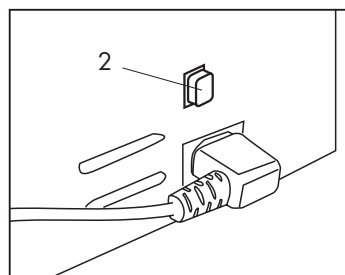

Fig. 4
- Accendere la macchina azionando l'interruttore principale (2). **(Fig.4)**
- I tasti comando inizieranno a lampeggiare lentamente; una volta raggiunta la temperatura i tasti si illumineranno in modo fisso indicando che la macchina è pronta per l'utilizzo **(Fig.4)**.